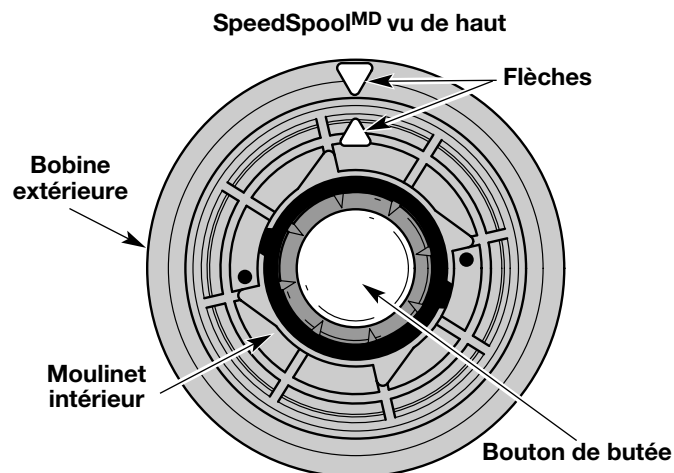

Fig. 15
2. Alignez la flèche du moulinet intérieur avec celle de la bobine extérieure (Fig. 15).